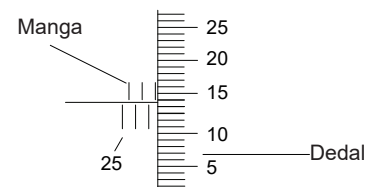

Fig.1
---Si la lectura es cero (o igual al valor normal del patrón de ajuste), el micrómetro está listo para medir. Si hay una desviación, inserte la llave en el orificio del lado opuesto a la línea de índice y gire el manguito (Fig. 1) para alinear la línea de índice con la línea de graduación cero del casquillo.